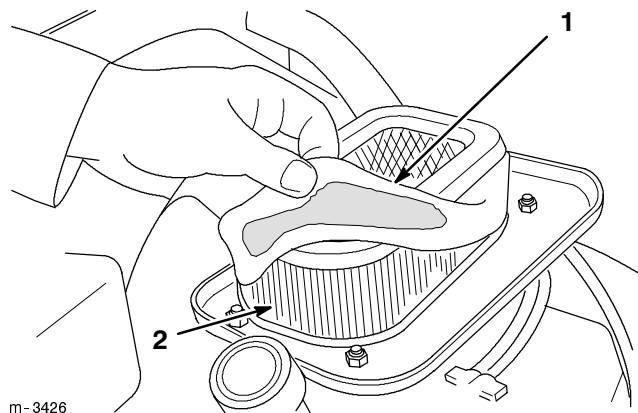

Figure 25
- Déposer les éléments, et retirer l'élément en mousse de l'élément en papier (Fig. 25).
1. Glisser délicatement l'élément de filtre en mousse sur l'élément en papier (Fig. 25).